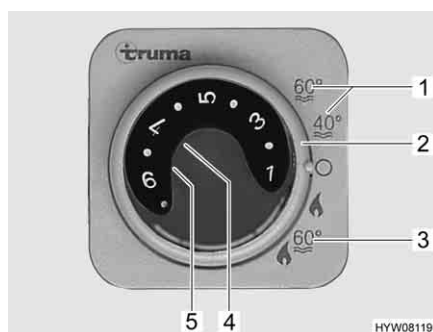

Fig. 112 Centralina di controllo per riscaldamento/boiler
Il boiler è integrato nel riscaldamento e funziona a gas (funzionamento a gas) o a gas o a corrente (funzionamento a gas e funzionamento elettrico a 230 V). Il boiler si accende dalla centralina di controllo (Fig. 112) con l'interruttore girevole (Fig. 112,2). Sul selettore di energia (Fig. 115) viene preselezionato il tipo di energia (funzionamento a gas e elettrico a 230 V).
Durante il funzionamento invernale "Riscaldamento e boiler" (Fig. 112,3), accendendo il riscaldamento è riscaldata automaticamente anche l'acqua nel boiler. Quando il riscaldamento si spegne al raggiungimento della temperatura ambiente desiderata, il boiler continua a riscaldare l'acqua, fino a quando questa raggiunge la temperatura impostata.
Durante il funzionamento estivo (Fig. 112,1) l'acqua è riscaldata soltanto nel boiler fino a 40 °C o 60 °C. L'acqua si riscalda a 60 °C in ca. 1 ora. La spia gialla di controllo (Fig. 112,5) si accende durante la fase di riscaldamento del boiler.
L'alimentazione di tensione per il riscaldamento/boiler e la valvola di sicurezza/di scarico non può essere interrotta dall'interruttore principale a 12 V. A seconda del modello, in caso di guasto si accende la spia rossa di controllo (Fig. 112,4) sulla centralina di controllo per il riscaldamento/boiler Trumatic C (vedi capitolo 14).
- Sulla centralina di controllo (Fig. 112) posizionare l'interruttore girevole (Fig. 112,2) su "Funzionamento estivo" (Fig. 112,1).
- Sulla centralina di controllo (Fig. 112) posizionare l'interruttore girevole (Fig. 112,2) su "O".
La combinazione funzionamento a gas e funzionamento elettrico a 230 V diminuisce il tempo di riscaldamento (è possibile solo se il boiler viene impostato sulla centralina di controllo (Fig. 112) su funzionamento invernale).